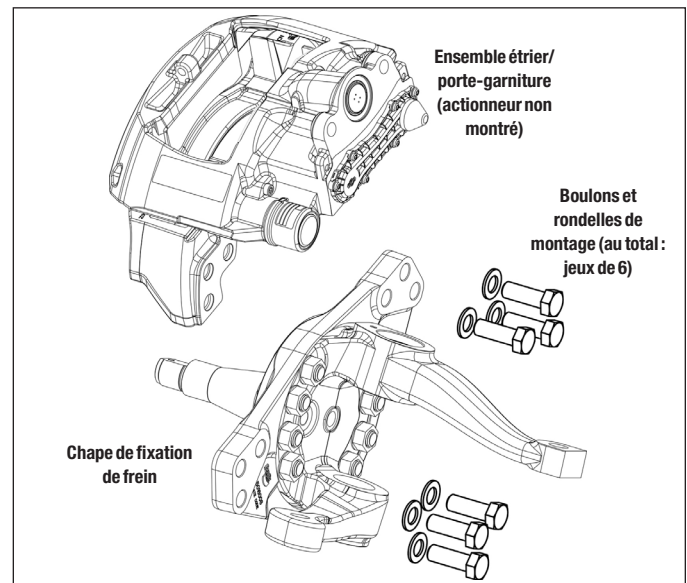

Figure 42 – Étrier/porte-garniture, montage axial
- 5.3.6 Débrancher le ou les tuyaux d'air de la chambre de frein. (Cf. Figure 42.) Supporter le frein à disque pneumatique avec l'appareillage nécessaire; enlever les six boulons de fixation du frein à la chape, puis déposer l'ensemble étrier/porte-garniture.